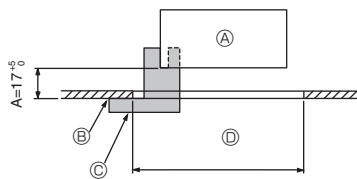
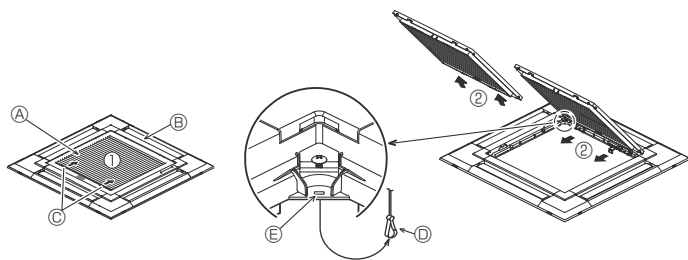
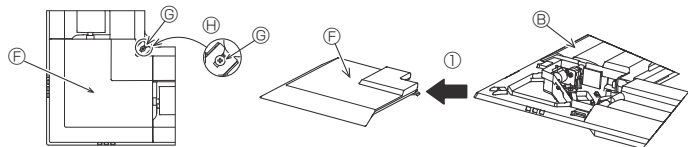

Fig. 9-2
Fig. 9-3
Fig. 9-4
①	Dimensões da grelha	1	950 × 950 (mm)
②	Medidor de instalação	1	(Dividido em 4 partes)
③	Parafuso (4 × 16)	1	Para PLP-6EAE, PLP-6EALE, PLP-6EALME2
④	Painel de canto i-see sensor	1	Para PLP-6EAE, PLP-6EALE, PLP-6EALME2
⑤	Controle remoto sem fio	1	Para PLP-6EALM2, PLP-6EALME2
⑥	Suporte do controle remoto	1	Incluído quando equipado com o controle remoto sem fios. *
⑦	Pilhas AA LR6	2	Incluído quando equipado com o controle remoto sem fios. *
⑧	Parafusos de derivação de 3,5 × 16	2	Incluído quando equipado com o controle remoto sem fios. *
9.2. Preparar a fixação da grelha (Fig. 9-2)
- Utilizando o medidor ② fornecido com este kit, ajuste e verifique a posição da unidade principal em relação à superfície do teto. Se a unidade principal não estiver adequadamente posicionada em relação à superfície do teto, poderá permitir a ocorrência de fugas de ar ou provocar a acumulação de condensação.
- Ⓒ Medidor de instalação ② (inserido na unidade principal)
9.2.1. Remoção da grelha de admissão (Fig. 9-3)
- Deslize as alavancas na direcção indicada pela seta ① para abrir a grelha de admissão.
- Com a grelha de admissão na posição "aberta", retire a dobradiça da grelha de admissão da grelha tal como indicado pela seta ②.
9.2.2. Remoção do painel de canto (Fig. 9-4)
- Desaperte os 4 parafusos do canto. Faça deslizar o painel de canto na direcção da seta ① da figura e retire o painel de canto.
[Fig. 9-3] [Fig. 9-4]